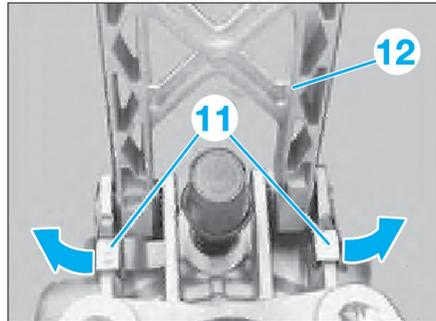

Fig. 10
- Déverrouiller et déposer les axes d'articulation (11) dans le sens de la flèche (Fig.10).
- Dégager le bras de commande (12) vers le haut.
- Graisser les axes d'articulation (11) (Fig.10).